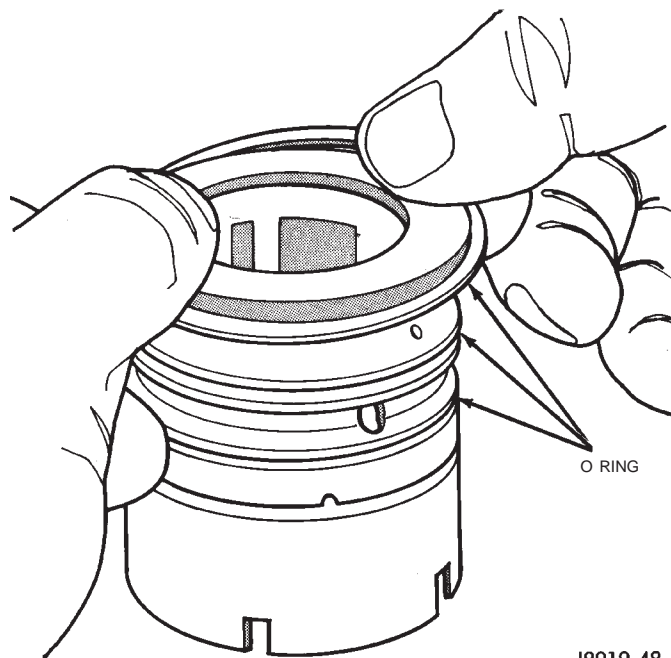

Fig. 14 Vedações da Válvula
(7) Remova o O ring da válvula da bobina, os anéis de teflon do corpo da válvula e os O rings da parte de baixo dos anéis de teflon (Fig. 14).